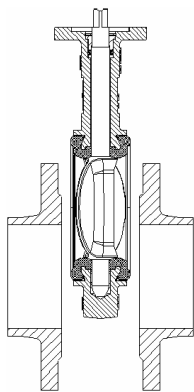

рис. 4
- заслонка устанавливается между фланцами без трудностей и без повреждений футеровки (см. рис. 4). Если расстояние между фланцами недостаточное, дополнительно используйте фланцевую распорку;